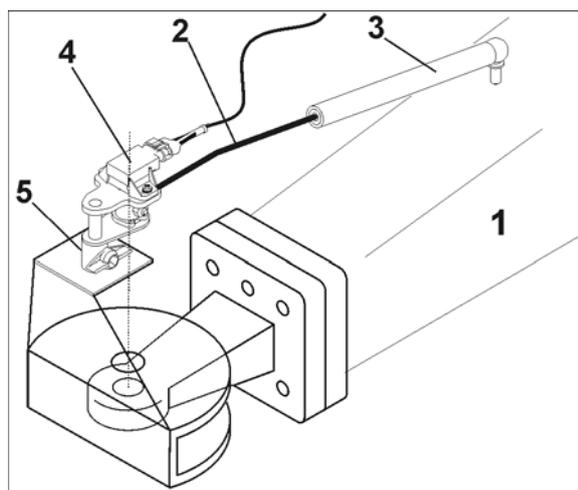

Fig. 45
El control de seguimiento AutoTrail para un seguimiento automático y prácticamente exacto de las trazas registra la posición angular de la lanza (Fig. 45/1) respecto a dirección de marcha del tractor.
1. Insertar la varilla angular (Fig. 45/2) en el manguito (Fig. 45/3) stecken.
2. Insertar el sensor del ángulo de giro (Fig. 45/4) en el alojamiento (Fig. 45/5).